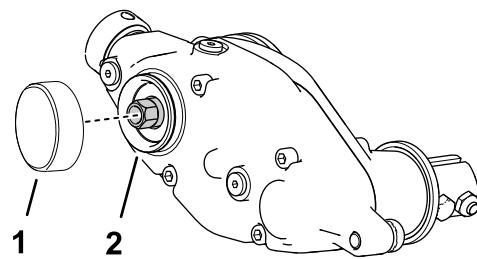

図 14
どを塗る図 14。
- 図 14 のようにキャップを取り付ける。